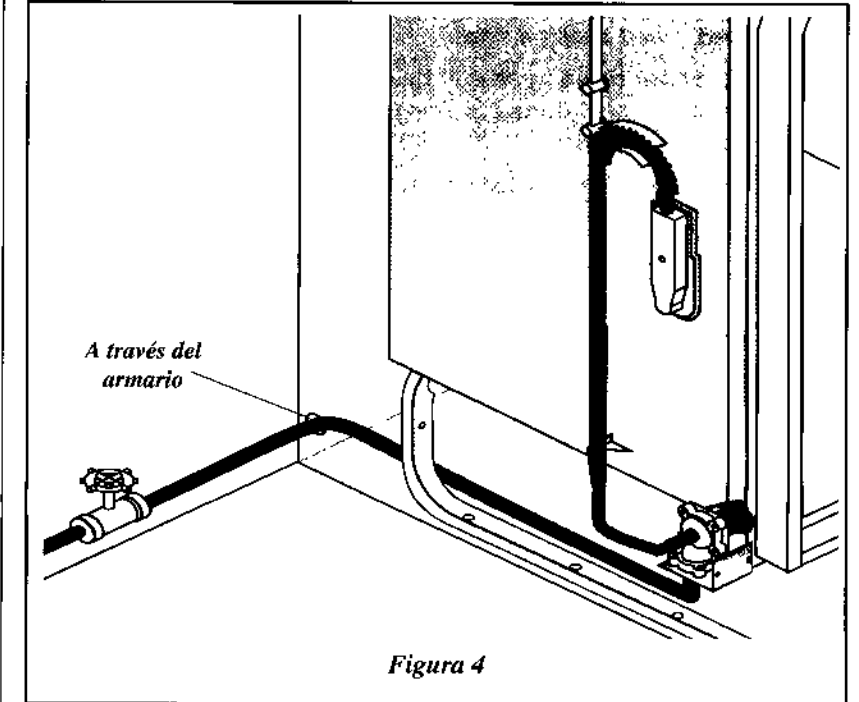

Figura 4
3. Determine el largo de tubería que necesitará para conectar el suministro de agua caliente a la llave de admisión del agua del lavavajillas. La tubería de cobre debe tener un diámetro exterior mínimo de 3/8". Se puede usar tubería de plástico de alta presión y alta temperatura con un diámetro interior mínimo de 1/4". Es mejor instalar la llave de cierre fuera del gabinete del lavavajillas. Ver Figura 4.